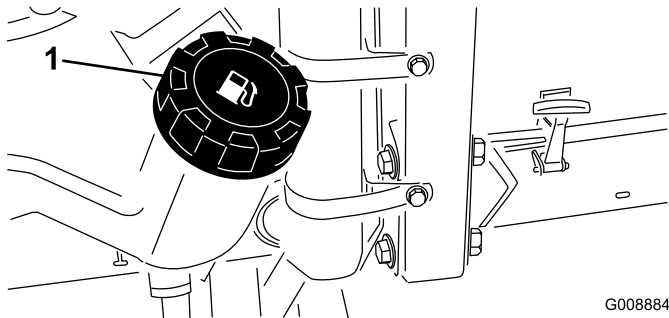

Рисунок 25
1. Очистите поверхность вокруг крышки топливного бака (Рисунок 25).